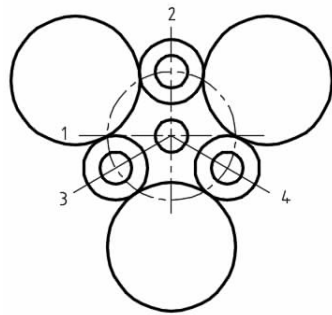

图 2-25 绘制法兰盘步骤四
(4) 用“相切、相切、半径”方法画圆,半径为 20 mm,如图 2-25 所示。